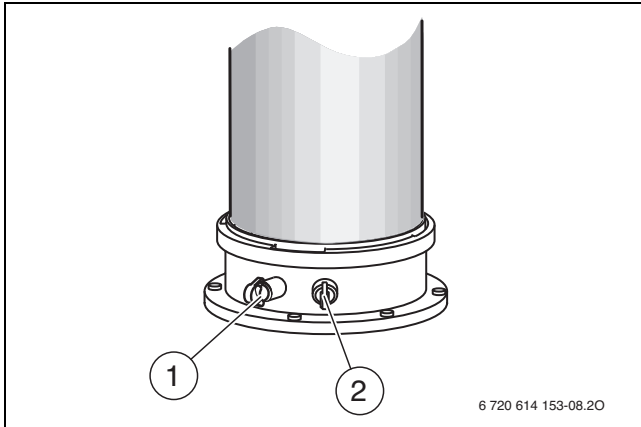

Bild 12 Abgasmessstutzen und Verbrennungsluft-Messstutzen
- ▶ Stopfen am Verbrennungsluft-Messstutzen (→ Bild 12, [2]) entfernen.
- Stopfen am Abgasmessstutzen (→ Bild 12, [1]) entfernen.